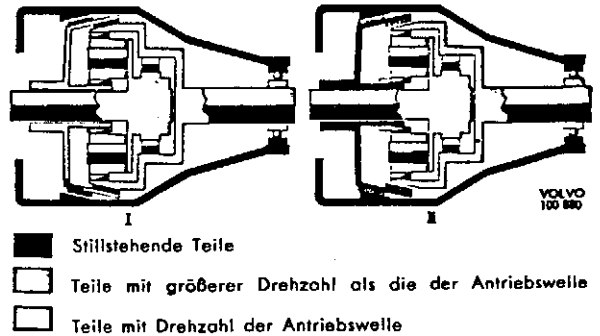

Abb. 2 Wirkungsweise des Overdrive
Im Direktgang ist die Kupplungslamelle (43) in Lage I, Abb. 2. Beim Vorwärtsfahren wird die Kraft von der Hauptwelle (59) des Getriebes über das Freilauf-
rad (33, 34) auf die Abtriebswelle (25) des Overdrive übertragen. Beim Rückwärtsfahren oder bei der Motorbremsung wird das Drehmoment durch die Kupplungslamelle übertragen. Dies ist dadurch möglich, daß die Kupplungslamelle durch vier Federn (54) gegen den konischen Teil der Abtriebswelle gepreßt wird. Bei eingeschaltetem Overdrive wird die Kupplungslamelle gegen die Bremstrommel (41) gepreßt, siehe II, Abb. 2. Das Sonnenrad sitzt in dieser Stellung fest. Beim Fahren werden deshalb die Planetenräder (38) gezwungen, um das Sonnenrad (46) zu rotieren. Die Folge davon ist, daß sich die Abtriebswelle schneller drehen wird als die Hauptwelle des Getriebes.